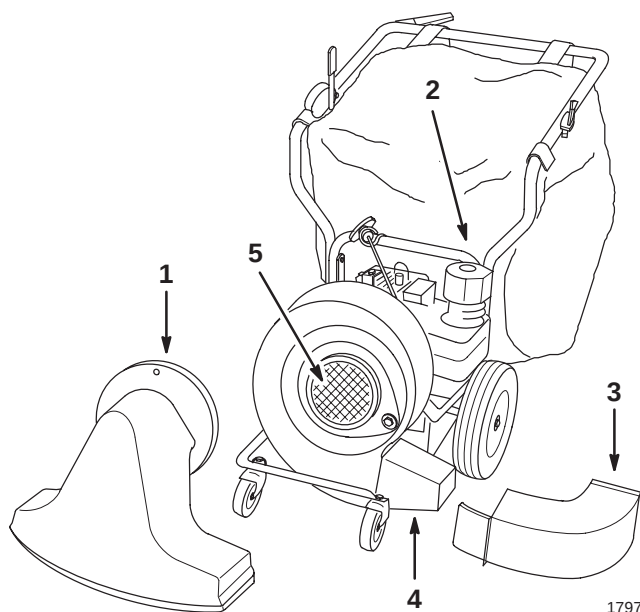

Bild 15
2. Entfernen Sie die Sicherungsmutter und Scheibe, mit denen die Saug-/Blasdüse abgesichert ist und entfernen diese (Bild 15).
3. Entfernen Sie den Sackhals vom Gebläse-Auswurfkanal (Bild 15). (Nach Wunsch können Sie den gesamten Sack entfernen.)
4. Entfernen Sie die Befestigungsschraube und Sicherungsscheibe, die den Gebläse-Auswurfkanal absichern und entfernen diesen (Bild 15).
14. Montieren Sie das Gitter an der Gebläsesaugseite und sichern es mit der in Schritt 2 entfernten Scheibe und Sicherungsmutter ab (Bild 15).